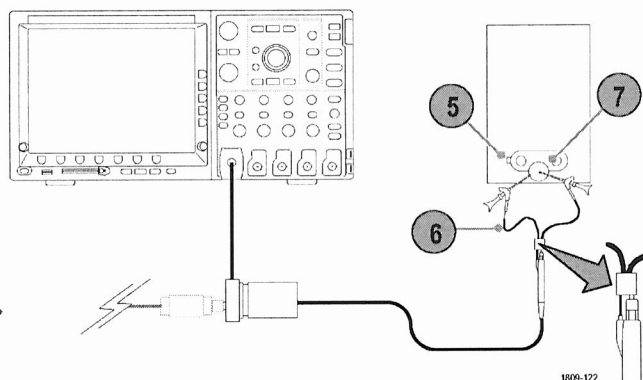

Рисунок 3
8.3.4 Подсоединить второй переход BNC – розетка (6) к выходу универсального калибратора (см. рисунок 3).